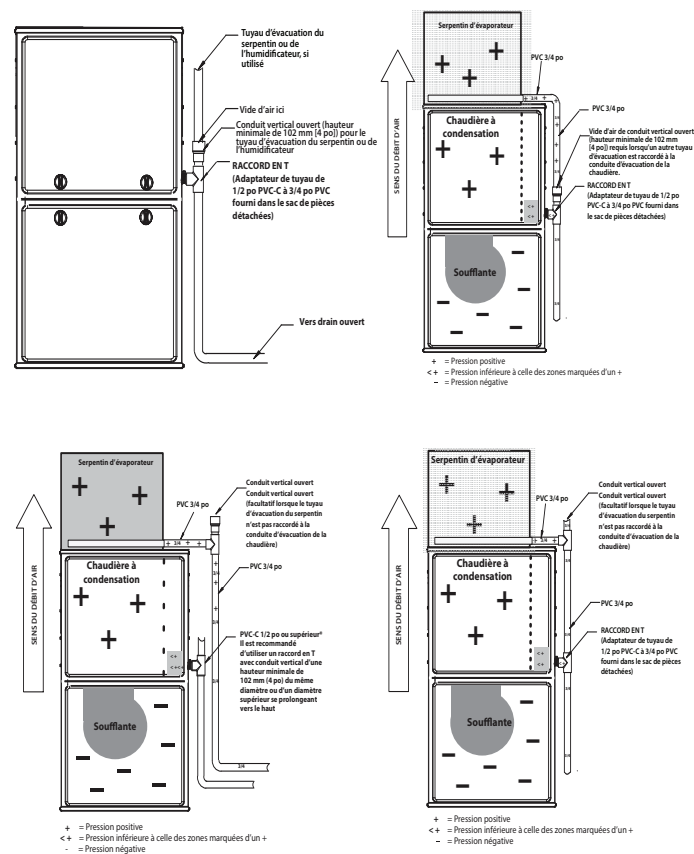

Figure 11 – Exemple de fixation du tuyau d'évacuation sur place
- toute la tuyauterie d'évacuation est en PVC d'au moins 19 mm (3/4 po) et il existe un té de décharge dans la partie supérieure de la tuyauterie d'évacuation de condensat, comme illustré à la Figure 11.